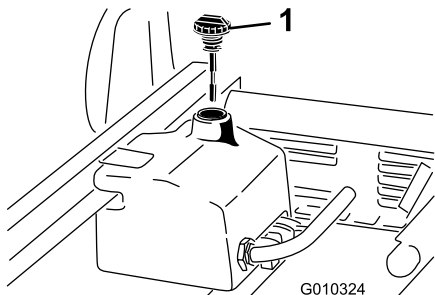

図 72
4. 油圧オイルタンクの注油口周辺をきれいに拭き、キャップを外す 図 72。
6. 補給口の首からディップスティック 図 72 を抜き、ウェスできれいに拭う。